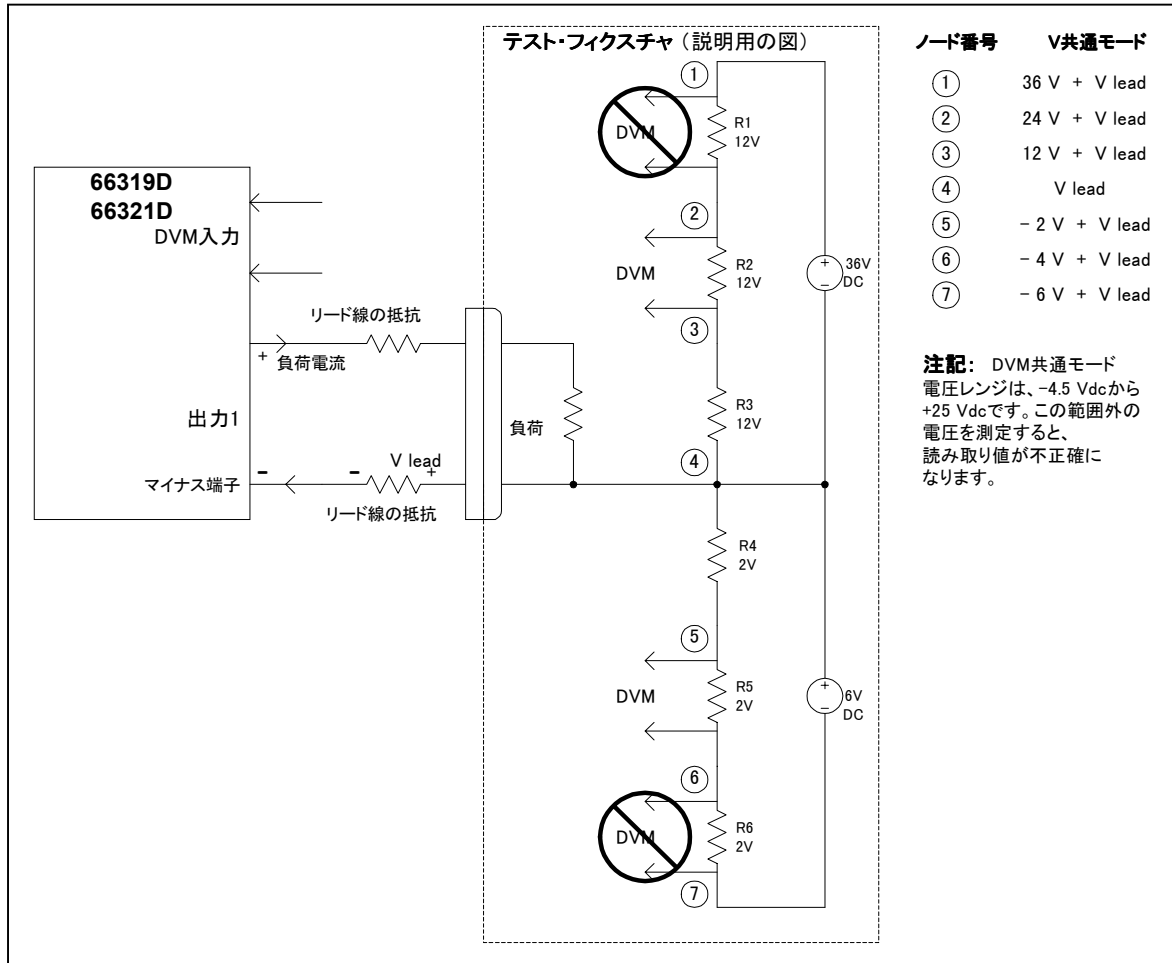

図 3-7. メイン出力を電源としない回路の測定
DVMの測定回路はメイン出力のマイナス端子を内部基準としているため、正確なDVMの測定を保証するためには以下の制約に従う必要があります（図3-7を参照）。
- ◆ メイン出力のマイナス端子を基準にして、+25 Vdc以上の電圧を測定することはできません。このような状況は図3-7のR1に示されており、全体の電圧降下は12 Vdcですが、メイン出力のマイナス端子を基準にすると36 Vdc + Vleadとなります。
- ◆ メイン出力のマイナス端子を基準にして、-4.5 Vdc未満の電圧を測定することはできません。このような状況は図3-7のR6に示されており、全体の電圧降下は-2 Vdcですが、メイン出力のマイナス端子を基準にすると-6 Vdc + Vleadとなります。
- ◆ 測定したいポイントとメイン出力のマイナス端子との間の共通モード電圧を算出する際は、マイナスの負荷リード線の電圧降下もすべて計算に入れる必要があります。例えば、図3-7では、マイナスの負荷リード線の電圧降下が2Vとすると、R2全体の電圧降下12 Vdcを正しく測定することはできません。その理由は、負荷リード線の電圧降下をR2およびR3全体の電圧降下に加えると電圧は26 Vdcとなり、DVMの共通モード定格電圧+25 Vdcを超えてしまうからです。